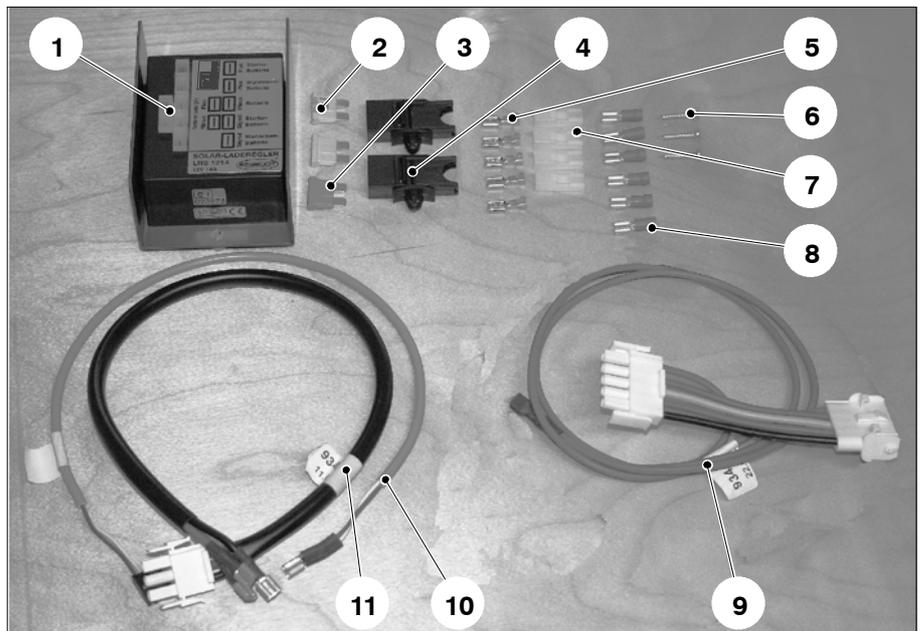
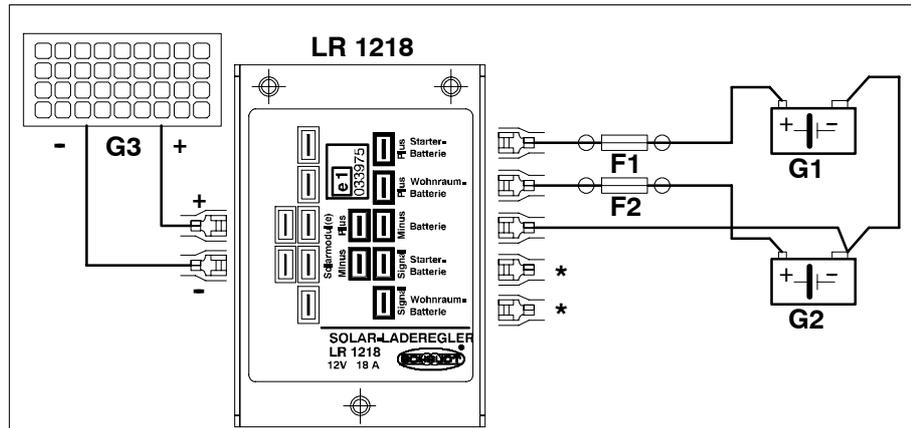

Bild 1 Lieferumfang Solar-Laderegler LR 1218
Bild 2 Schaltbild Anschluss LR 1218 an Starterbatterie und Wohnraumbatterie
- ▶ 1. Zwei Sicherungshalter mit Sicherung gemäß Schaltbild Abb. 2 am Anschlusskabel anschließen. Hierzu die Flachsteckhülsen 6,3 x 0,8 ohne Hals (Abb. 1, Pos. 5) verwenden. Nach dem Crimpen die Isolierhülsen (Abb. 1, Pos. 7) aufstecken. Die beiden Sicherungen einsetzen.
- ▶ 2. Die Anschlusskabel für Wohnraumbatterie und Starterbatterie zuerst am Solar-Laderegler anschließen. Dabei die Polung der Anschlüsse beachten. Hierzu die Flachsteckhülsen 6,3 x 0,8 (blau, Abb. 1, Pos. 8) verwenden.
- ▶ 4. **Zuletzt** Solarmodule am Solar-Laderegler anschließen. Hierzu die Flachsteckhülsen 6,3 x 0,8 (blau, Abb. 1, Pos. 8) verwenden. Die Anschlusskabel der Solarmodule möglichst eng nebeneinander verlegen, um Störungen beim Radioempfang zu vermeiden.
- ▶ 1. Den Elektroblock mit dem Kabel X (Anschlusskabel EBL ... (Ladeströme Batterien), Abb. 1, Pos. 11) anschließen.
- ▶ 2. Den Elektroblock mit dem Kabel Y (Signale für Anzeige Ladeströme auf DT ... / LT ..., Abb. 1, Pos. 10) anschließen.
- ▶ 3. Die Sicherung "Solar" am EBL ... mit der richtigen Kfz-Sicherung (15 A oder 20 A; Abb. 1, Pos. 2 oder 3) bestücken.